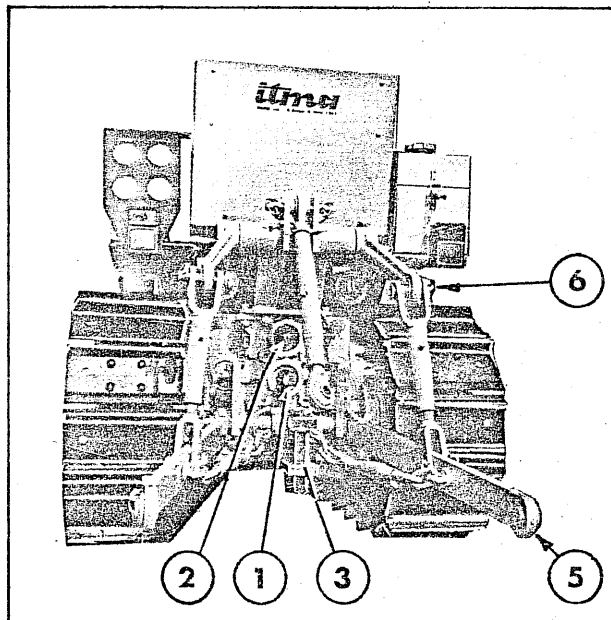

fig. 5
La presa di forza normale (1 fig.5) ruota in senso orario a: 695 giri/1', con motore a regime di potenza max.
La presa di forza veloce (2 fig.5) ruota in senso antiorario alla stessa velocità del motore e serve per applicazioni speciali richiedenti una elevata velocità.
Per il traino degli attrezzi é prevista una barra di traino a forcella (3 fig.5) imperniata anteriormente sotto il corpo trattricee sostenuta posteriormente da una traversa . La barra di traino é libera di ruotare sulla traversa in senso orizzontale ,per adattarsi alle condizioni d'attacco degli attrezzi. Può essere fissata nella posizione voluta , mediante apposita spina in dotazione.
-un dispositivo per l'attacco degli attrezzi (4 fig.5) del tipo A tre punti (a richiesta) .
Lo sforzo massimo sollevabile all'estremità dei bracci del sollevatore (6 fig.5) in senso verticale è di Kg. 2100
Lo sforzo massimo sollevabile all'estremità dei bracci dell'attacco a tre punti (4 fig.5) in senso verticale è di Kg. 1120